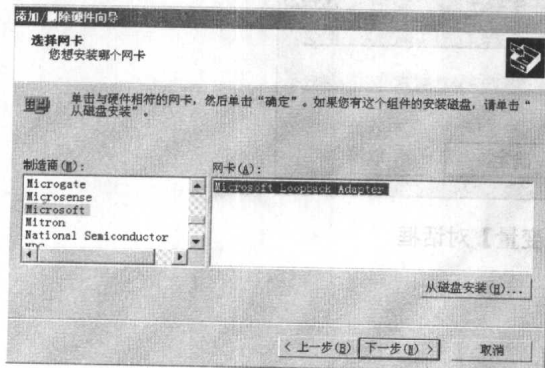
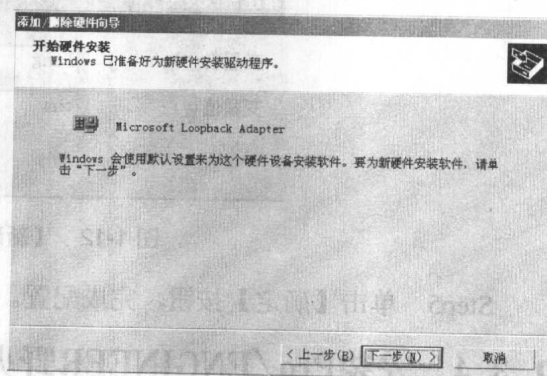

图 1-8 选中 Microsoft 选项
图 1-9 【开始硬件安装】对话框
Step5 选中【网卡】选项，然后单击【下一步】按钮，出现如图 1-8 所示的【选择网卡】对话框。在左边的【制造商】列表框中选中 Microsoft 选项，这时右边【网卡】列表框中出现的网卡是 Microsoft 公司的虚拟网卡。单击【下一步】按钮，出现如图 1-9 所示的【开始硬件安装】对话框，再单击【下一步】按钮，完成安装网卡的过程，系统会安装好虚拟网卡。